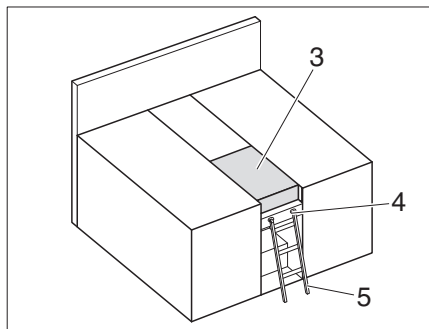

Bild 180 Dubbelsäng
- Lägg ut tilläggsdynor (Bild 180,3).
- Ta bort den extra stoppningen (Bild 180,3).
För att komma upp i den övre sängen ska man använda den seriemässigt medföljande stegen (Bild 180,5).
- Haka fast stegen (Bild 180,5) med krokarna i hållaren (Bild 180,4) på ramen.